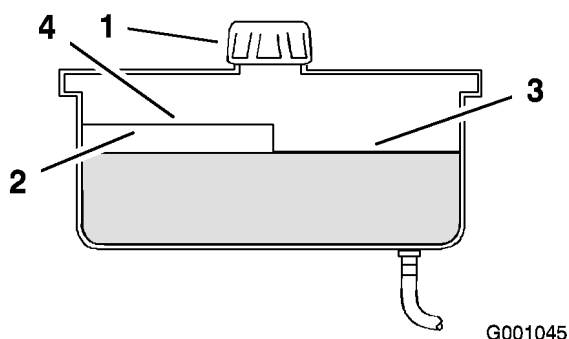

Figura 66
2. Pulite intorno al collo del bocchettone del serbatoio idraulico (Figura 66).
3. Togliete il tappo dal collo del bocchettone. Guardate all'interno per verificare se il serbatoio contiene del fluido (Figura 66).
Nota: Quando è caldo, il fluido deve raggiungere la parte superiore del segno Hot sul diaframma (Figura 66).